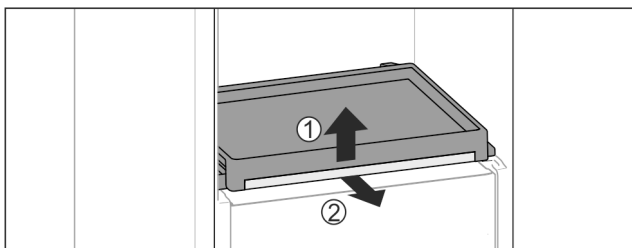

Fig. 49
- ▶ Выньте выдвижную панель со стеклянной панелью: Слегка приподнимите спереди стеклянную полку Fig. 49 (1) и потяните вперед Fig. 49 (2).